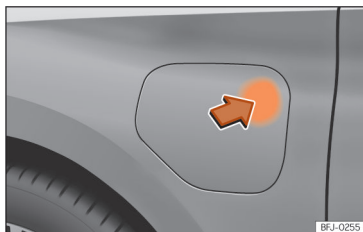

Fig. 7 Obertura de la tapa de la presa de càrrega.
- Amb el vehicle desbloquejat, quan feu pressió sobre la zona indicada de la tapa de càrrega de la bateria, la tapa s'obre »» **fig. 7**.